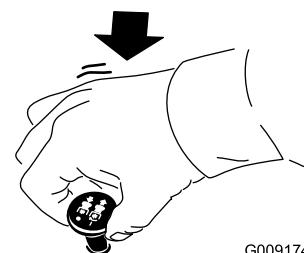

Figura 27
- Desengrane las cuchillas moviendo el mando de control de las cuchillas a la posición de DESENGRANADO (Figura 27).